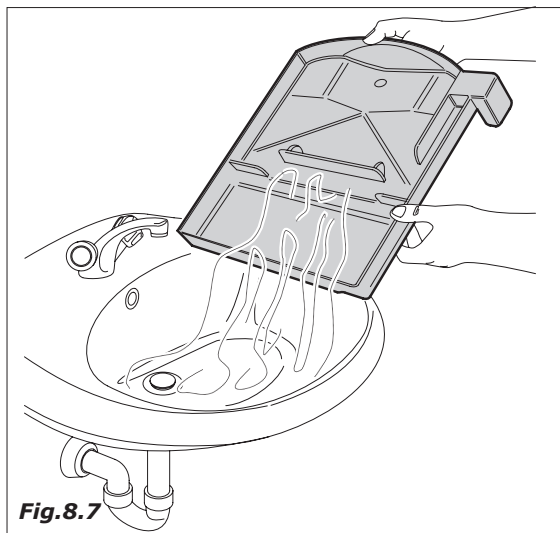

Fig.8.7
- esvaziar os recipientes fundos liquidos, limpá-los e/ou substituí-los (Fig.8.7)